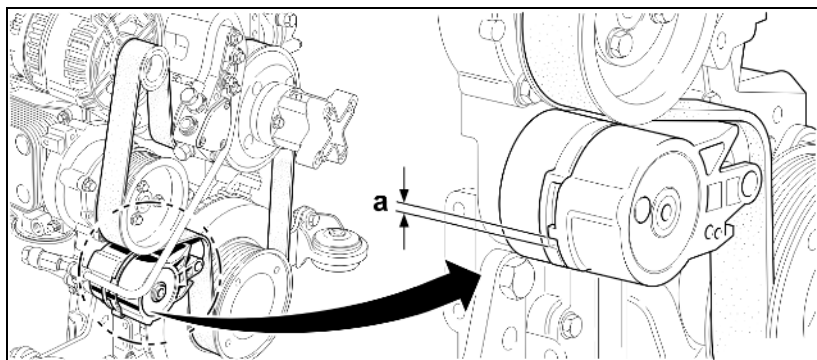

Bild 168
1. Ställ en uppsamlingsbehållare und låsskruven (Bild 168/1).